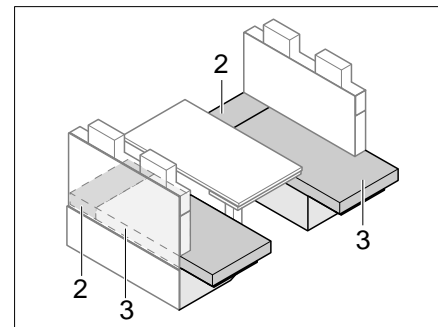

Bild 145 Nach dem Vergrößern
- Sitzpolster (Bild 145,3) auf die Sitzbankverlängerung ziehen.
- Zusatzpolster (Bild 145,2) zwischen die Sitzpolster (Bild 145,3) und die Außenwand legen.
- Zusatzpolster (Bild 145,2) entfernen.
- Sitzpolster (Bild 145,3) auf die Sitzbank ziehen.